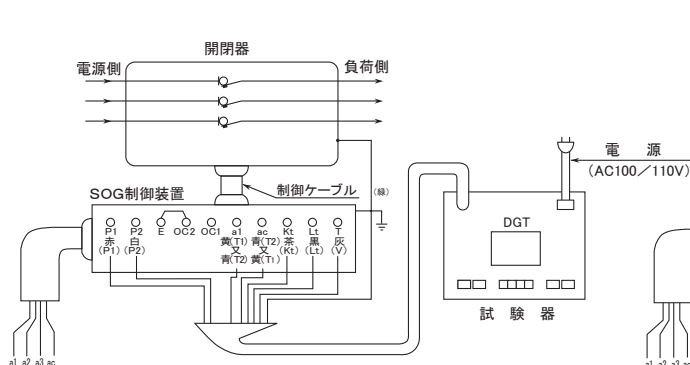

図3 戸上電機製作所製(DGT)による
- ①制御装置試験項目の管理値は表4のとおりです。
- ②図3・4の試験回路は制御装置のみの地絡動作時間特性試験回路です。
- ③図3・4は制御電源と警報接点（P1・P2・a1・a c）を制御装置パネルの試験端子に接続する方法です。
なお、図3・4の回路で試験する場合は、制御装置パネルの制御電源切替スイッチを「試験」側にしてください。